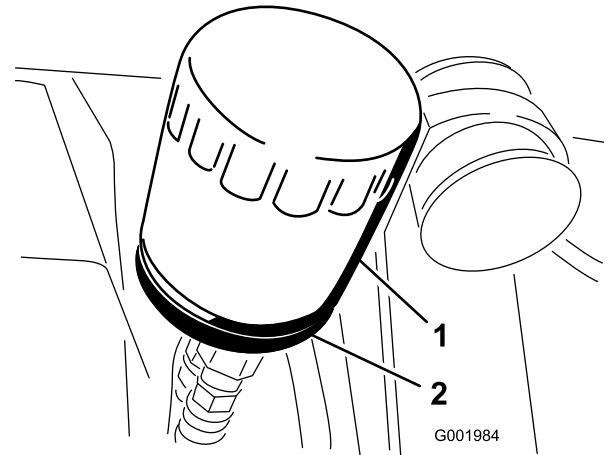

Figura 52
- Togliete il filtro dell'olio (Figura 52).
- Montate il nuovo filtro dell'olio sull'adattatore. Girate il filtro in senso orario finché la guarnizione di gomma non tocca l'adattatore, quindi serrate il filtro di un altro mezzo giro (Figura 52).